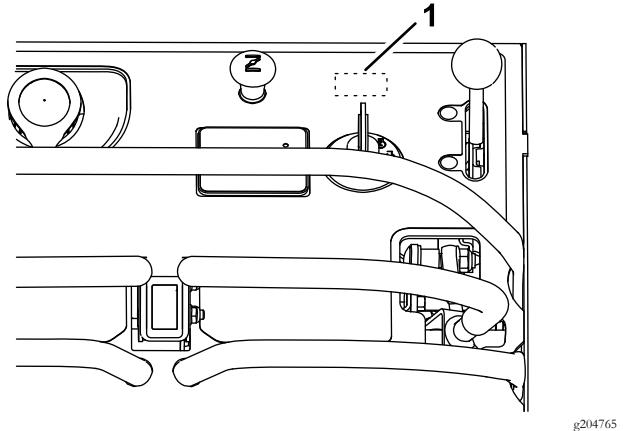

Figure 4
- Retirez et mettez au rebut le cache prédécoupé dans la tour de commande (Figure 4).